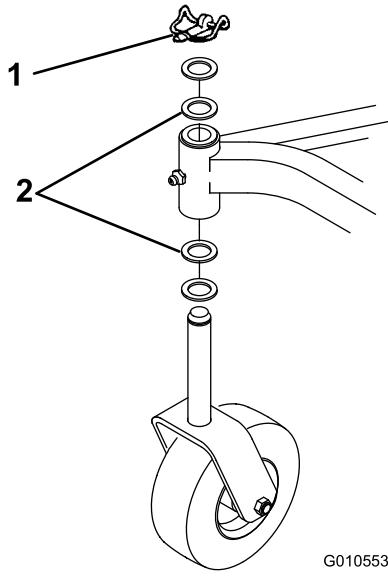

図 26
- A. 通常の刈高が 25 mm から 51 mm の場合は、刈り込みデッキの低い側を高くする。キャスタホイールを低い側（図 26）で固定しているリンチピンを抜き取り、キャスター・アセンブリを外す。
- C. 通常の刈高が 51 mm から 102 mm の場合は、刈り込みデッキの高い側を低くする。デッキの高い側のキャスターのリンチピンを抜き取り、キャスター・アセンブリを外す（図 26）。